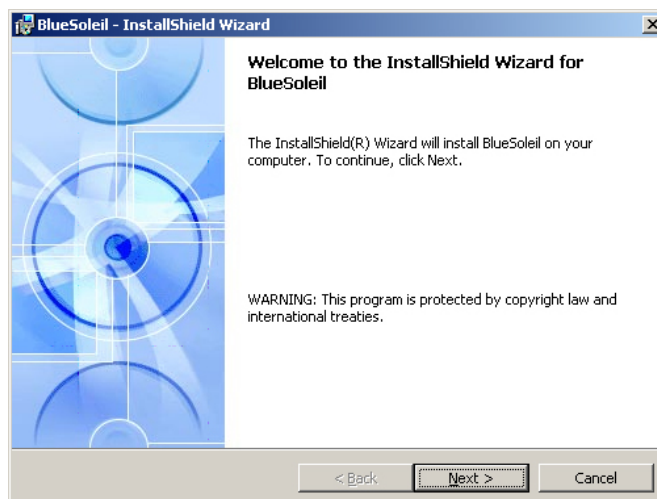

Abbildung 7-30: Begrüßungsbildschirm
Schritt 3: Der Begrüßungsbildschirm wird angezeigt (**Abbildung 7-30**). Klicken Sie auf **Next**, um mit der Installation fortzufahren.